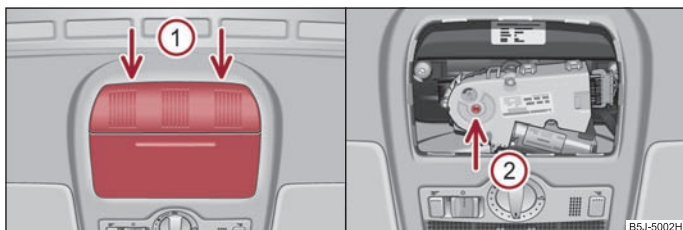

Abb. 35 Ausschnitt des Dachhimmels: Ansatzpunkte des Schraubendrehers / Öffnung zum Ansetzen des Schlüssels
- Setzen Sie einen Schraubendreher mit der flachen Klinge vorsichtig an der hinteren Seite der Abdeckung für den elektrischen Antrieb, an den Stellen der Pfeile ① an ⇒ Abb. 35 links.
- Stecken Sie einen Innensechskantschlüssel, Gr. 4, bis zum Anschlag in die Öffnung an der Stelle des Pfeils ② und schließen bzw. öffnen Sie das Schiebe-/Ausstelldach ⇒ Abb. 35 rechts.